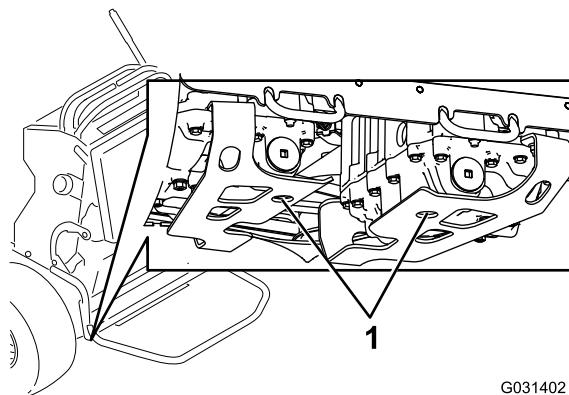

Bild 67
- Stellen Sie eine Auffangwanne unter die Ablassschraube an der Unterseite des Getriebes (**Bild 67**).